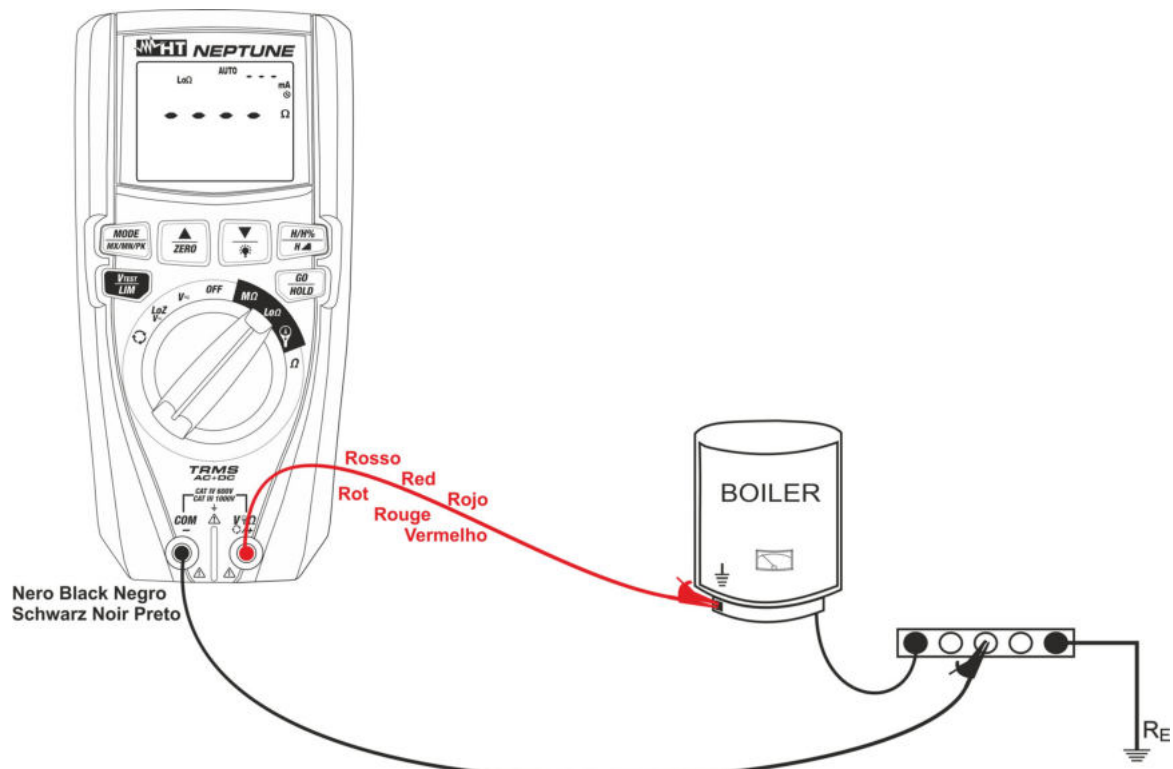

Fig. 25: Uso dello strumento per misura continuità in modo AUTO
7. Inserire il conduttore rosso nel terminale di ingresso **V Ω +/+** e il conduttore nero nel terminale di ingresso **COM/-** e collegare lo strumento all'impianto in esame (vedere Fig. 25)